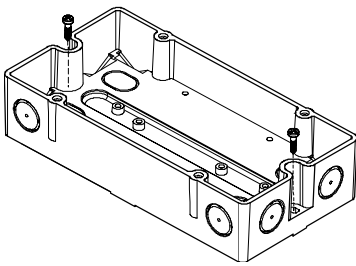

Fig. 4
3. Use two screws to fit the housing on a plane surface (Fig. 4).
- Montieren Sie das Gehäuse mit zwei Schrauben auf eine plane Fläche (Fig. 4).